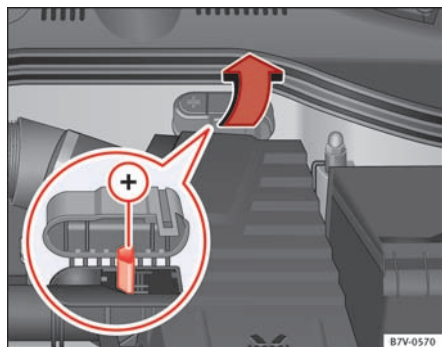

Fig. 212 I motorrummet: starthjælpspunkt pluspol (+)
- Åbn om nødvendigt batteriafdækningen ⇒ Side 284 i motorrummet, eller klap hættten på pluspolen¹⁾ til side i pilens retning ⇒ Fig. 212.
- Sæt den ene ende af det *røde* startkabel på pluspolen ⇒ Fig. 213 ⊕ eller ⇒ Fig. 212 ⊕ i bilen med det afladede batteri (A) ⇒ Δ.
- Sæt den anden ende af det *røde* startkabel på pluspolen ⊕ i den bil, der skal give strøm (B).